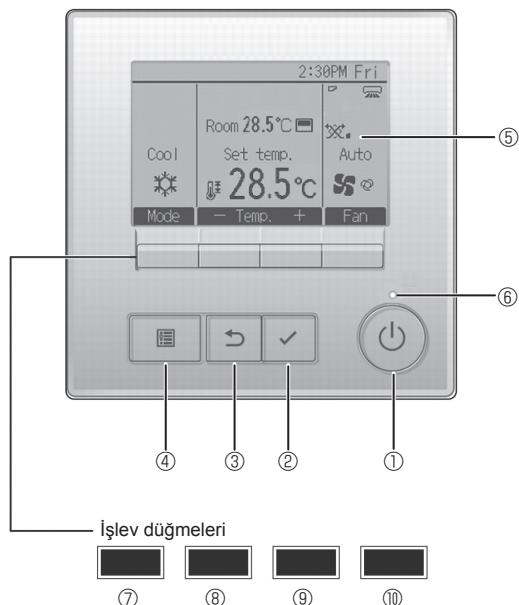

Fig. 6-2
6.3.1. Kablolu uzaktan kumanda kullanarak (Fig. 6-2)
① [AÇMA/KAPATMA] düğmesi